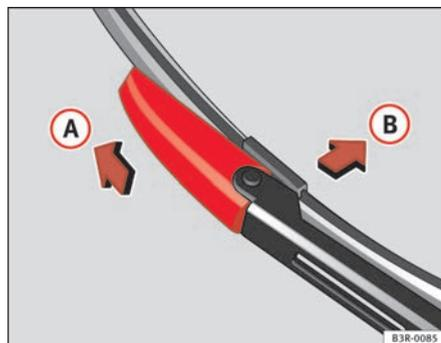

Fig. 177 Retirer le balai
- Poussez le dispositif de verrouillage du balai d'essuie-glace dans le sens de la flèche ⇒ fig. 177 **A**. Pour ce faire, maintenez le balai d'essuie-glace.